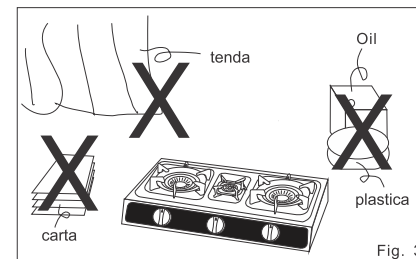

Fig. 3
• Assicurarsi che non vi siano materiali infiammabili vicino al fornello a gas (Fig. 3).